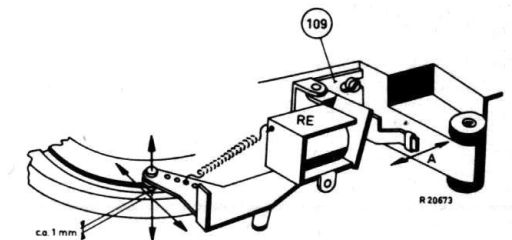
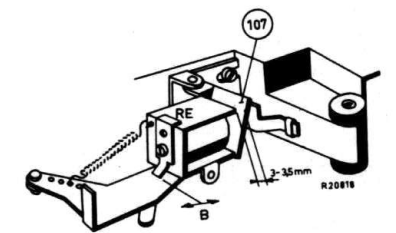

Fig. 49
Fig. 50
- In ruststand van het relais 103 moet de schakelnok 106 ca. 1 mm boven de rand van het vliegwiel staan, zie fig. 49. Dit is in te stellen door de bevestigingsbeugel 109 van het relais te verschuiven ten opzichte van het chassis, zie fig. 49. Tevens moet de schakelnok 106 boven de inloopgroef van het vliegwiel staan. Dit is in te stellen door de lip A van beugel 111 iets te verbuigen, zie fig. 49. De afstand tussen de relaisspoel en de lip op beugel 107 moet 3-3,5 mm bedragen (in ruststand) zie fig. 50. Dit is in te stellen door de lip B in fig. 50 te verbuigen. Als het relais aantrekt, moet de schakelnok 106 in de groef van het vliegwiel getrokken worden. Voor instelling van de schakelaar SK11 bij het relais wordt verwezen naar het hoofdstuk "Instellingen van de schakelaars".